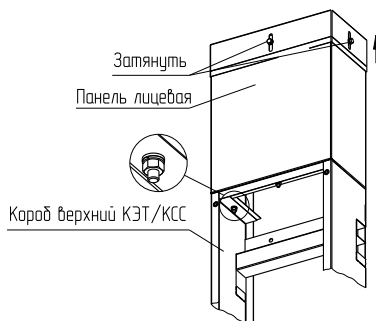

Рисунок 8
4.2.13 Поднять Компенсатор (5.2) вверх до соприкосновения с поверхностью потолка и затянуть болты М6×16 (рисунок 8).